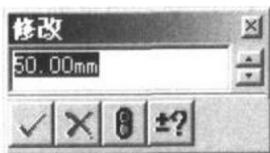

图 1-5 修改对话框
- ① 在进行尺寸标注时，当鼠标移动到某一个图形对象上时，该对象就变成红色，如果单击鼠标选中该对象，对象颜色变成蓝色。同时出现尺寸标注线和数字框，如果所选择的对象是直线，移动鼠标到合适的位置就可以标注直线的长度。
- ② 如果选择的对象是圆，就可以标注圆的直径。
- ③ 如果再选择一个图形对象，就可以标注这两个对象之间的角度或距离。
④ 所选择的对象也可以是直线的顶点或圆（圆弧）的圆心。
(3) 当鼠标移动到合适的位置进行尺寸标注时，会出现如图 1-5 所示的对话框。在该对话框中可以修改尺寸，然后直接回车或单击对号按钮即可。